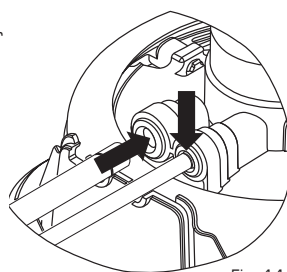

Fig. 14
5. **Inserte** cada tubo en el lugar correspondiente del soporte hasta llegar a las marcas o que desaparezcan las marcas (Fig. 14).